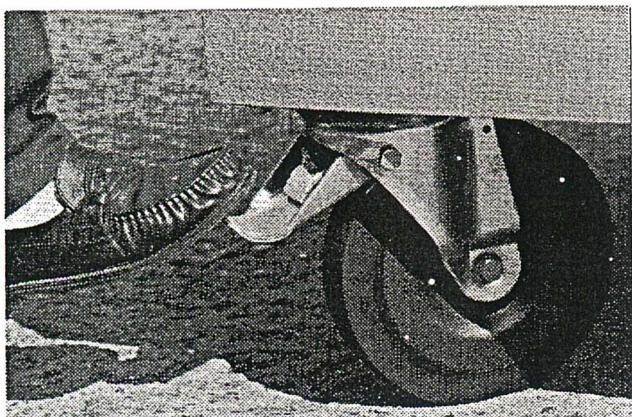
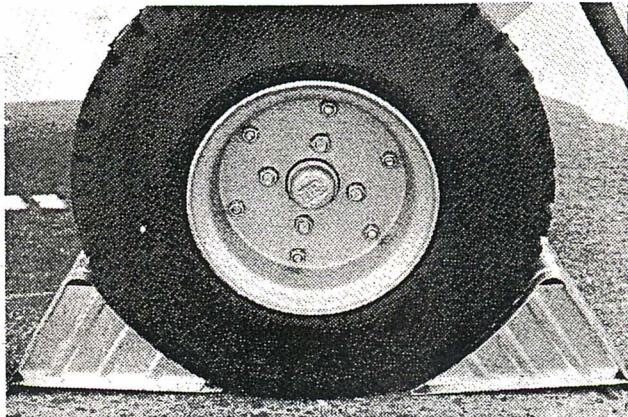

Bild 5: Arretiervorrichtung (28) an der Lenkrolle (29) der Standard-Fahrvorrichtung
Bild 6: Sicherung der Räder bei ein- und zweiachsigen Fahrwerken
(29) mit der Feststellvorrichtung (28), wie es Bild 5 zeigt. Bei luftbereiften Rädern müssen diese an der starren Achse durch mitgelieferte Sicherungskeile (Bild 6) festgesetzt werden.